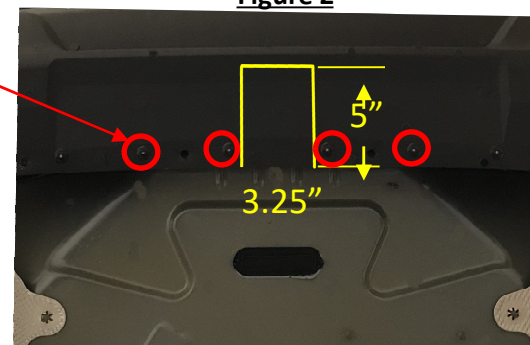

Figure 3
- Retirer le capteur de coup de pied (s'il y a lieu)** – À l'aide d'un foret 1/4 po, retirer les quatre (4) rivets qui fixent le capteur de coup de pied.
- Découper le carénage** – S'il y a lieu, déplacer le capteur de coup de pied de côté pour éviter de l'endommager durant le découpage. Trouver le centre du carénage et découper le carénage du véhicule selon la Fig. 3. *Les dimensions sont approximatives.
6. Retirer le capteur de coup de pied (s'il y a lieu) – À l'aide d'un foret 1/4 po, retirer les quatre (4) rivets qui fixent le capteur de coup de pied.
7. Découper le carénage – S'il y a lieu, déplacer le capteur de coup de pied de côté pour éviter de l'endommager durant le découpage. Trouver le centre du carénage et découper le carénage du véhicule selon la **Fig. 3**. *Les dimensions sont approximatives.